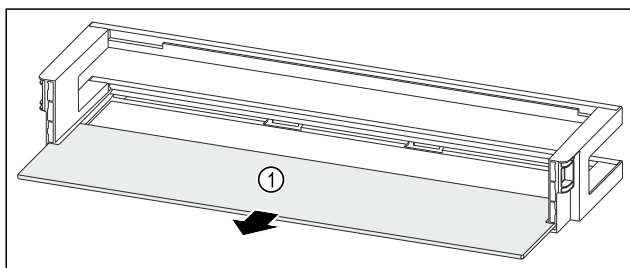

Fig. 91 Ajtópolc tárolólappal
- ▶ Vegye ki a tárolólapot Fig. 91 (1).